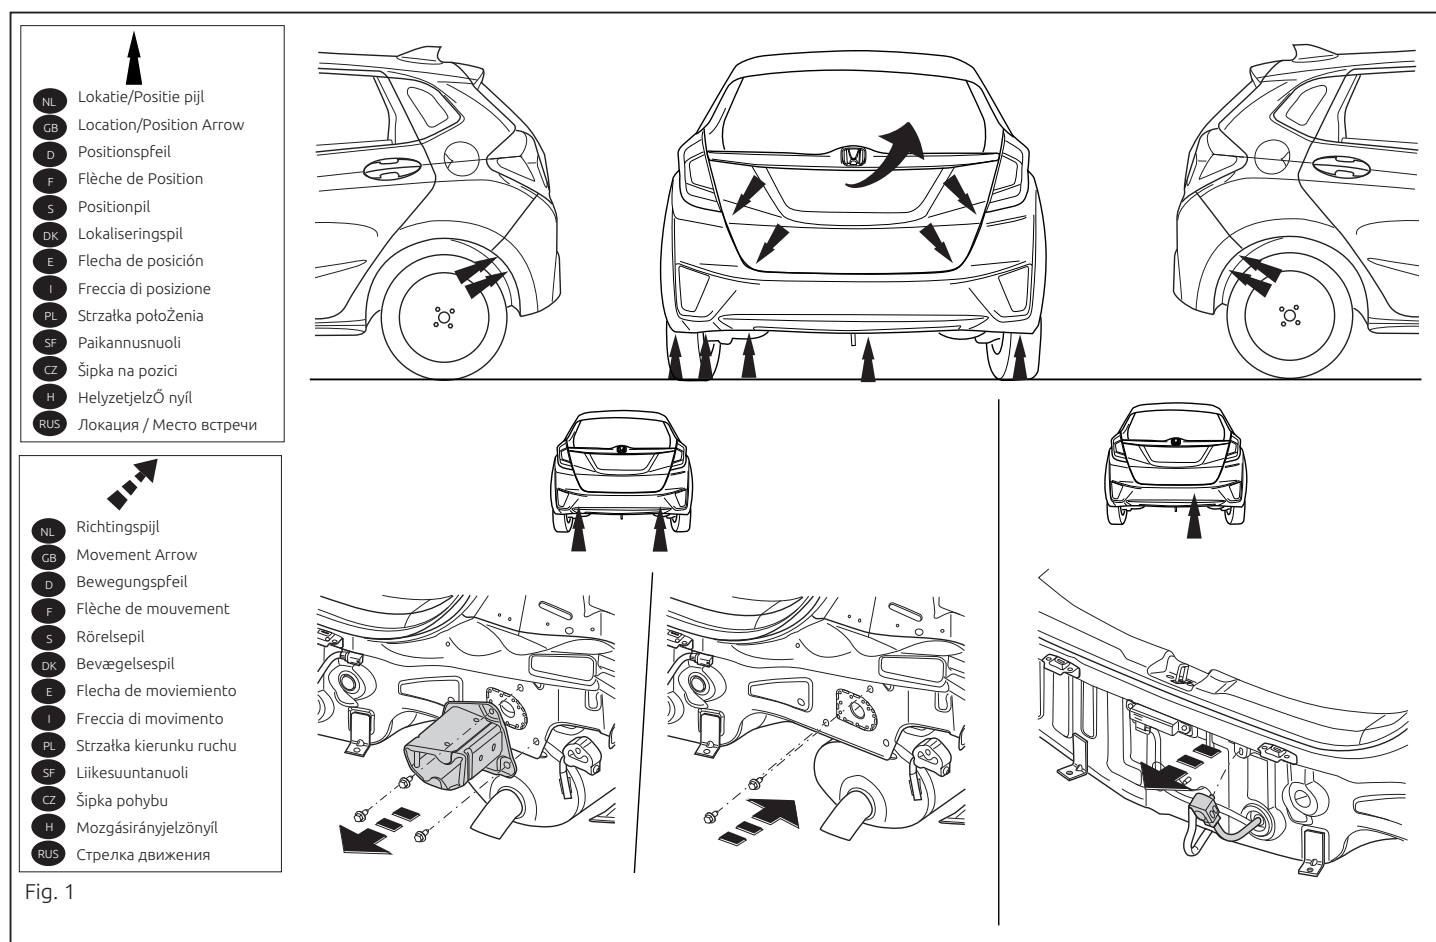

Fig. 1
1. Démontez le pare-chocs. Voir la figure 1.
2. Démontez les pièces indiquées sur la figure 1.
3. Attention, si présent : Démontez le capteur. Voir la figure 1.
1. Demonter kofangeren. Se fig.1.